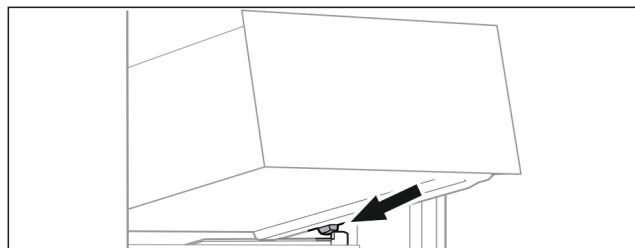

Fig. 26
► Nasad'te zásuvku šikmo za zarážky na žebrování na nádoby Fig. 26 ().